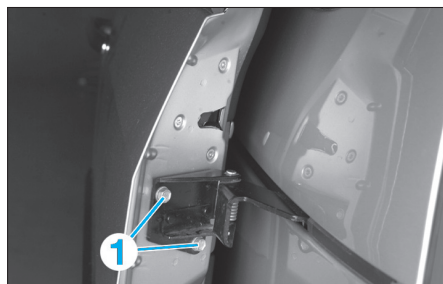

Fig. 30
- Déposer les 2 vis de fixation (1) du guide arrière de la porte (Fig.30).